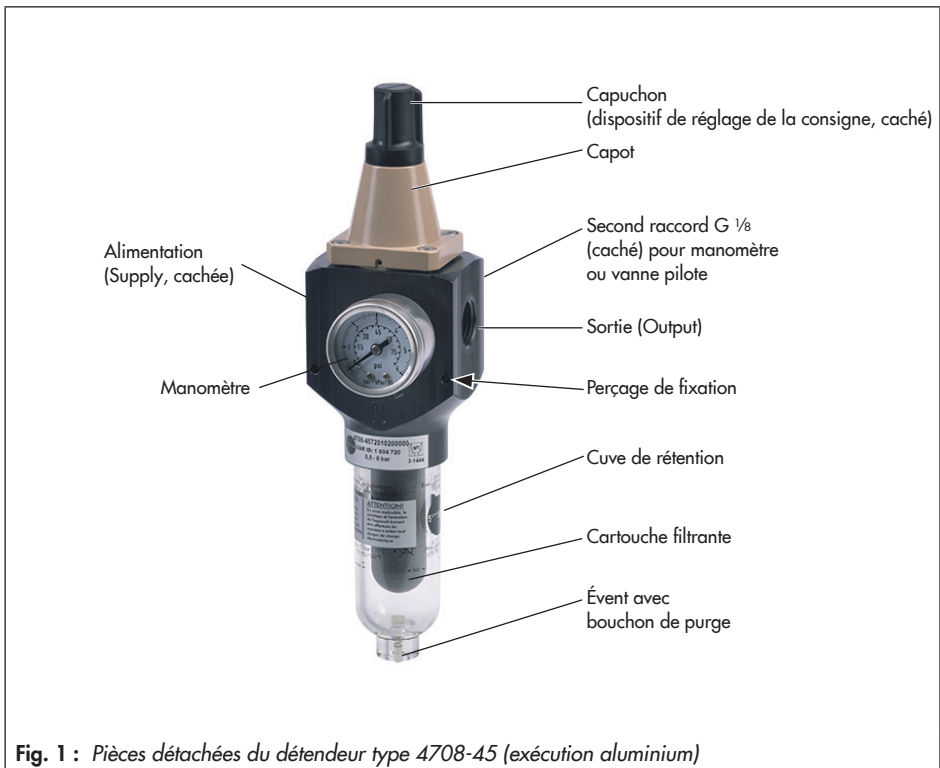

Fig. 1 : Pièces détachées du détendeur type 4708-45 (exécution aluminium)
Selon l'exécution choisie, les raccords pneumatiques (Supply et Output, cf. Fig. 1, page 6) sont soit des taraudages ISO-228/1 – G 1/2, soit 1/2-14 NPT.
- Voir Fig. 1 en page 6